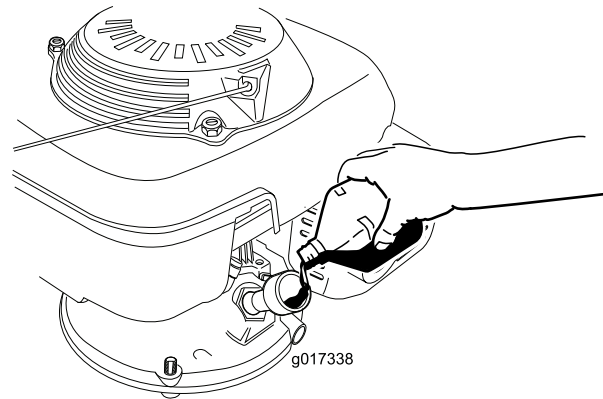

Figure 7
3. Versez **lentement** l'huile dans l'orifice de remplissage, patientez 3 minutes puis vérifiez le niveau d'huile sur la jauge en essuyant cette dernière sur un chiffon propre et en l'insérant dans l'orifice, **mais sans visser** le bouchon (Figure 7).